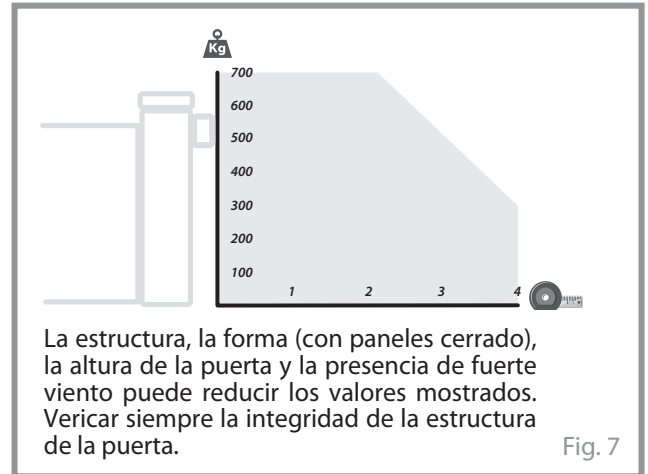

Fig. 7
- 3) El peso estático que puede soportar COMBI 740 es de 700 kg, para longitud de la hoja de 2,0 m. Más allá de esta longitud debe disminuir el peso de la puerta (Fig. 7).